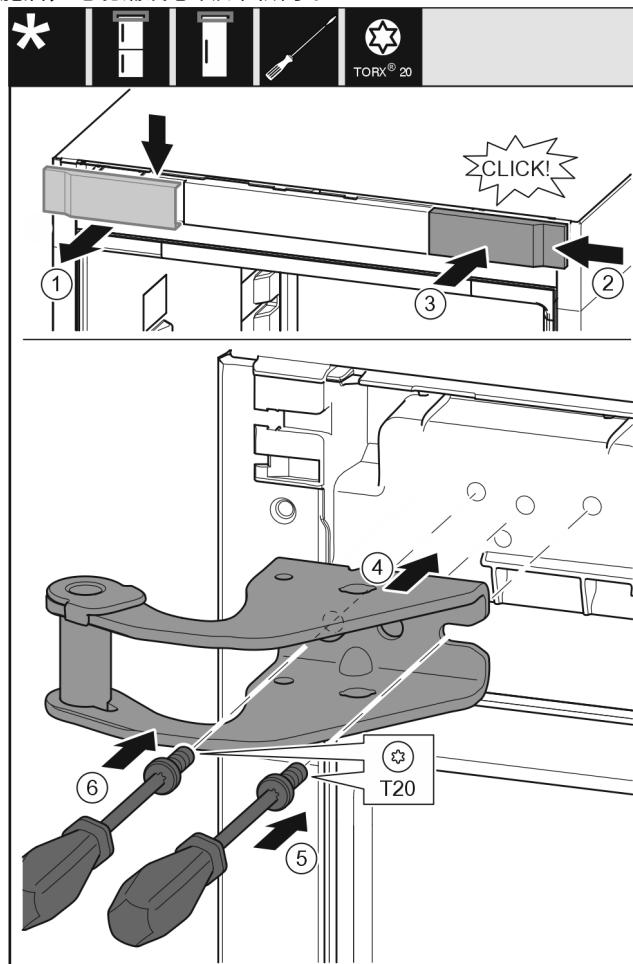

Fig. 31
- ▶ 从上方朝前取下盖板。Fig. 31 (1)
- ▶ 将盖板旋转 180° 至另一侧从右边挂上。Fig. 31 (2)
- ▶ 卡入盖板。Fig. 31 (3)
- ▶ 装上上方的托架。Fig. 31 (4)
- ▶ 用 T20 螺丝刀放上并旋紧螺钉。Fig. 31 (5)
- ▶ 用 T20 螺丝刀安装并旋紧螺钉。Fig. 31 (6)